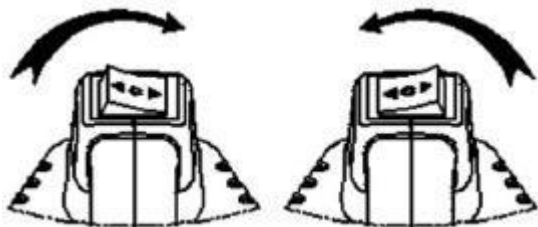

Figure 2
4. Basculez dans le bon sens pour desserrer ou serrer (vérifiez la Figure 2).